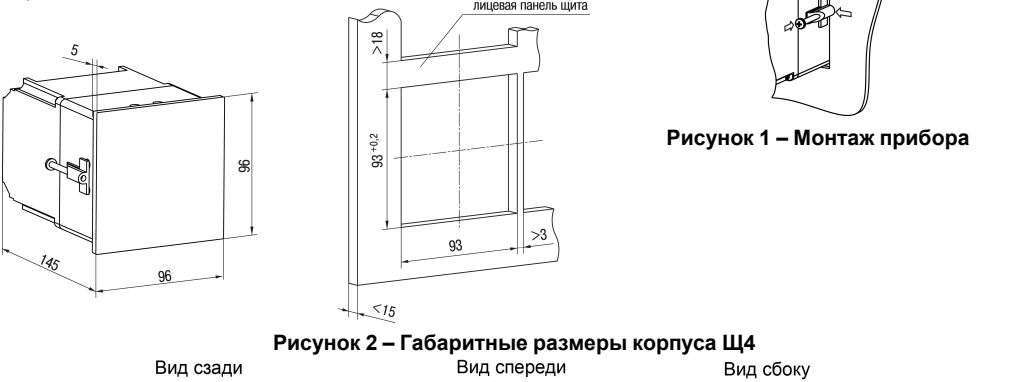

Рисунок 2 – Габаритные размеры корпуса Щ4
1. Подготовить на щите управления место для установки прибора (см. *рисунок 2*).